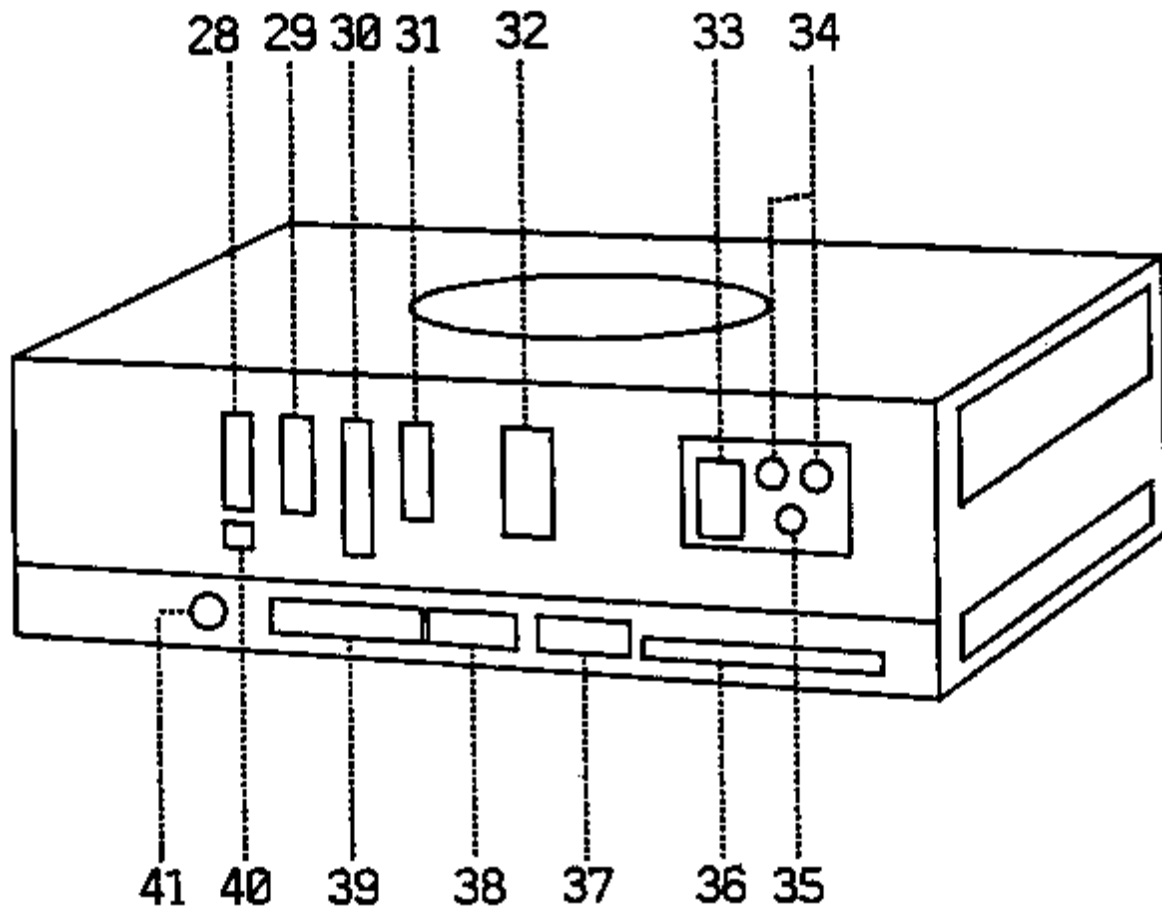

Bild 4
Die Rückseite der DISKETTENSPEICHEREINHEIT **robotron K5651** (Bild 4) enthält die Anschlüsse (28), (29 für Plotter und Drucker, den Anschluß (30) für ein zusätzliches Fernsehgerät, die Anschlüsse (31), (32) für den MONITOR **robotron K7222.23** (5), den Netzanschluß (33), (34) mit Netztaste (35), die Anschlüsse (36), (37), (38), (39) für periphere Erweiterungen sowie für das lokale Netz die Schalter (40) und den Anschluß (41).